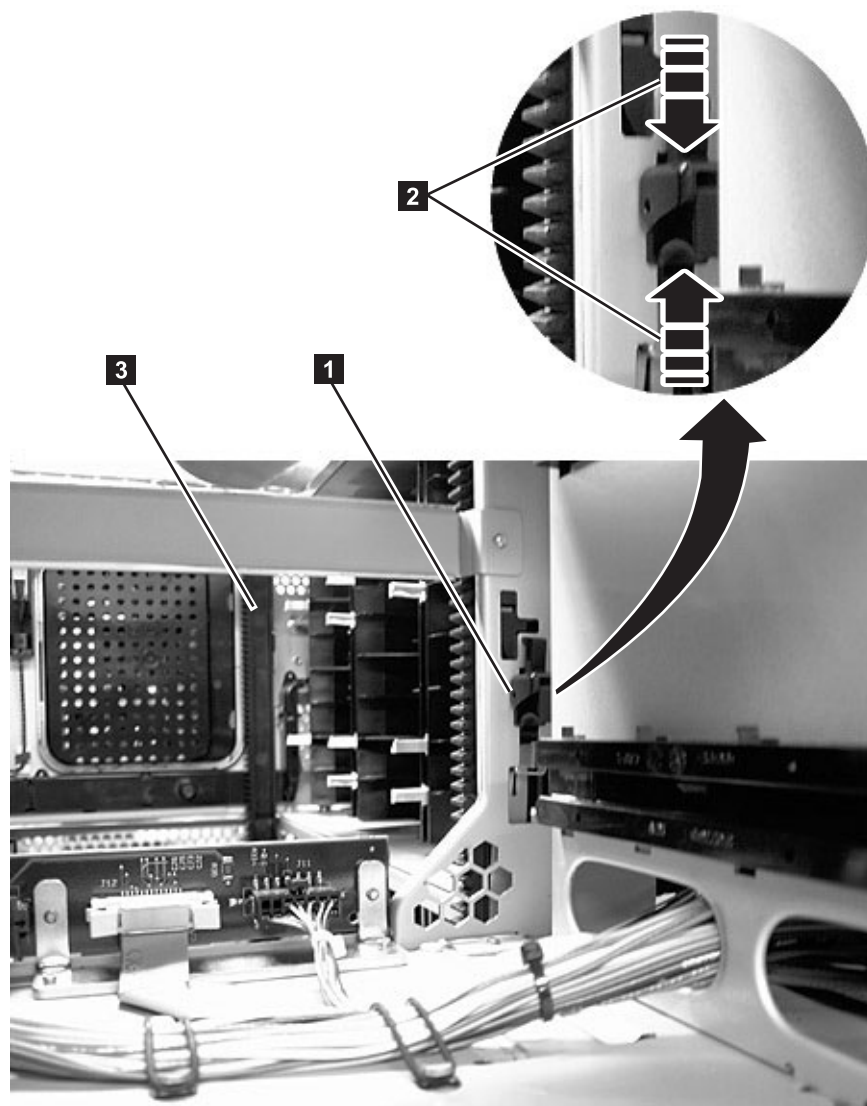

Figura 11-13. Cavalete de engrenagem
Para que o coletor se mova de uma unidade para a próxima em uma biblioteca com várias unidades, os cavaletes de engrenagem frontal (**3** na Figura 11-13 na página 11-21) e traseiro (**1** na Figura 11-13 na página 11-21) no módulo de controle devem ser corretamente alinhados com os cavaletes de engrenagem no módulo de expansão.
1. Empurre um pouco para cima e aperte o mecanismo de travamento do cavalete de engrenagem (**1** na Figura 11-13 na página 11-21) para destravar o cavalete de engrenagem no módulo de controle.
2. Enquanto aperta o mecanismo de travamento do cavalete de engrenagem (**2** na Figura 11-13 na página 11-21), empurre o cavalete de engrenagem para baixo até que ele se alinhe com o cavalete de engrenagem na unidade de expansão e, em seguida, desaperte o mecanismo de travamento.